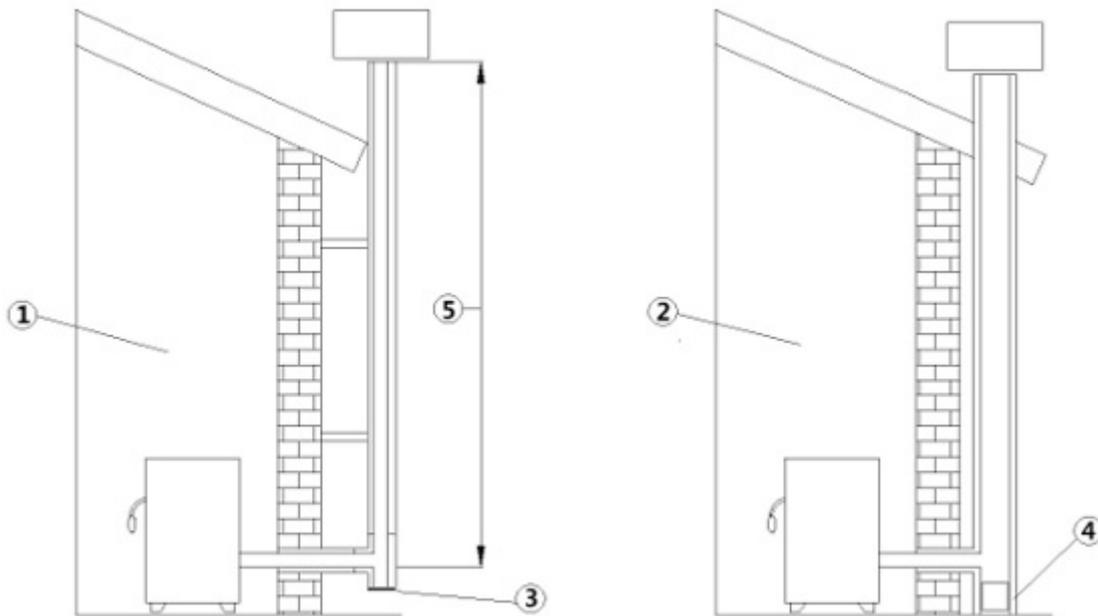

Fig. 2 - Rauchabzüge
LEGENDE	Fig. 2
- Der Schornstein muss unabhängig sein (siehe **Fig. 2**) mit isolierten Edelstahl-Rohren (1) oder an einem bereits bestehendem Rauchabzug (2).
- Beide Lösungen müssen einen Inspektionsdeckel (3) und / oder eine Inspektionstür haben (4).